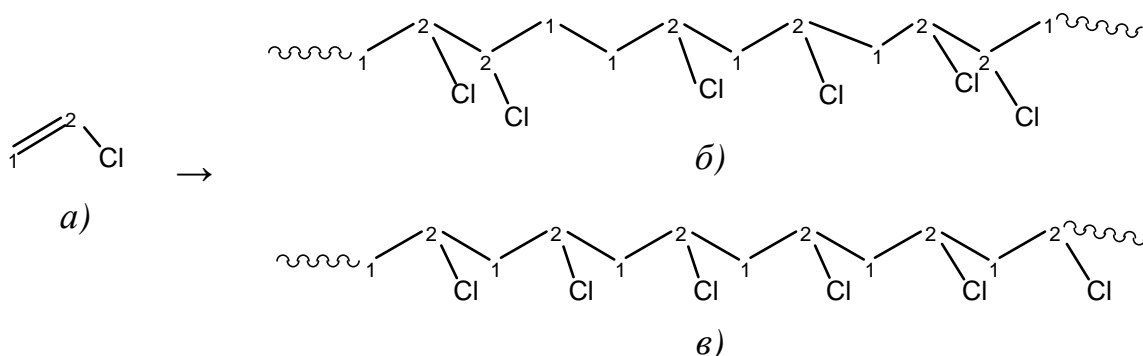

Рис. 8.1. Структурно регулярные и нерегулярные полимеры:
8.2. Структурная изомерия высокомолекулярных соединений. Гомополимеры структурно регулярные и нерегулярные. В гомополимерах структурная изомерия высокомолекулярных соединений может быть связана с несимметричным строением мономерных звеньев и разным порядком их соединения друг с другом в процессе синтеза полимера. Регулярность структуры гомополимера можно рассмотреть на примере поливинилхлорида, образующегося при полимеризации винилхлорида $^1CH_2=^2CH-Cl$. Построение полимерной цепи может происходить двумя способами (рис.8.1). Первый – это регулярная последовательность соединения второго углеродного атома предыдущего мономера с первым
углеродным атомом последующего мономера, т.е. ---1-2---1-2---1-2---1-2---1-2---1-2---. Такой полимер называется *регулярным* (рис.8.1; в).
Второй способ – это когда соединение мономерных звеньев происходит случайным образом ---1-2 --- 2-1--- 2-1---2-1---1-2---1-2---. Такой полимер называется *нерегулярным* (рис.8.1; б).